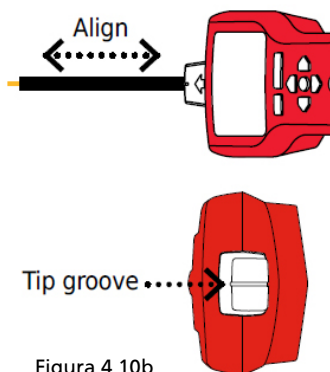

Figura 4.10b
5. Posizionamento del ricevitore: Per ottenere i risultati migliori, allineare la scanalatura sulla punta del sensore con la direzione del cavo, come mostrato. Il segnale può andare perso se il ricevitore non è allineato adeguatamente. (Vedi Figura 4.10b)